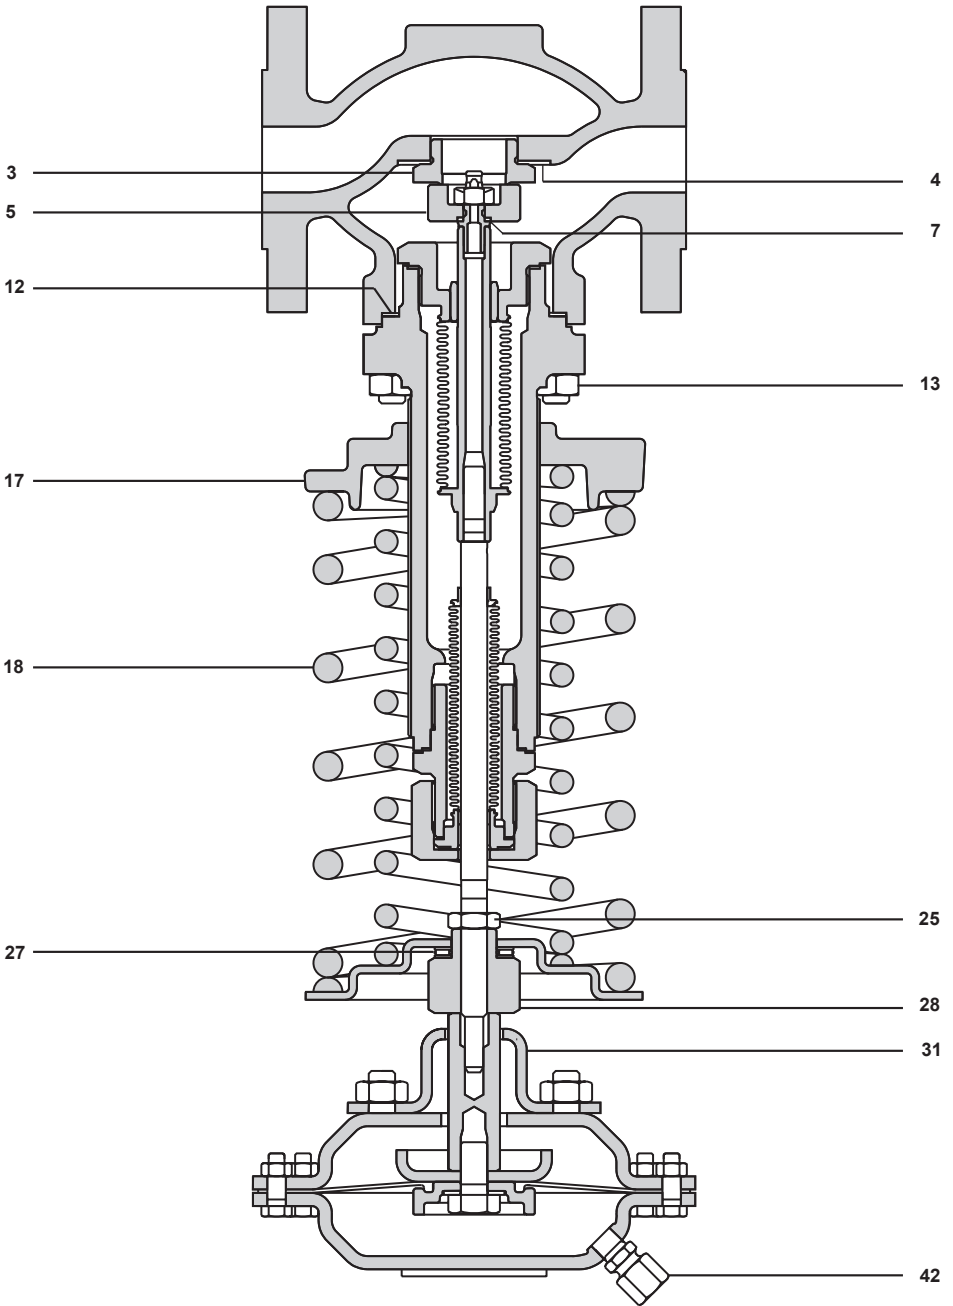

Abb. 13 DN 25 (1")
4.4.5 Austausch von Ventilkegel und -sitz (Abb. 13):
- Sollwertversteller (17) drehen, bis Feder(n) (18) entspannt ist.
- Ventilkegel (5) begutachten und wenn notwendig zusammen mit der Kegelschraubendichtung (7) wie in Abschnitt 4.4.4 beschrieben, austauschen.
- Ventilsitz (3) begutachten.
- Wenn notwendig, Ventilsitz (3) und Sitzdichtung (4) austauschen (nur DN 15 bis DN 50) Empfohlene Drehmomente, siehe Abschnitt 4.2.
- Oberteil / Feder / Antrieb mit neuer Gehäusedichtung (12) zusammensetzen. Gehäusemutter (13) mit dem empfohlenen Drehmoment, siehe Abschnitt 4.2, festziehen.
4.4.6 Austausch des Nadellagers (Abb. 13):
- Messleitung aus der Schneidringverschraubung (42) entfernen und Antrieb vom Ventil entfernen.
- Antriebssäulen-Muttern (16 nicht dargestellt) lösen und den Montagebügel (31) entfernen.
- Während die Justiermutter (28) gehalten wird, Kontermutter (25) lösen.
- Justiermutter (28) und das Nadellager (27) entfernen.